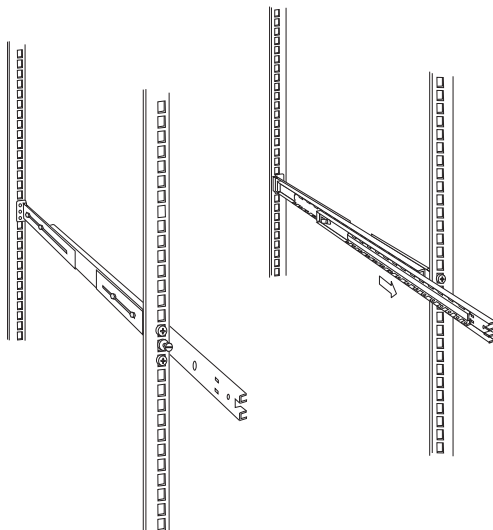

图 23 R515 服务器 机箱上架导轨配合示意图
4. 如图 23 所示，将装好的导轨滑动到此位置，准备装配机箱；